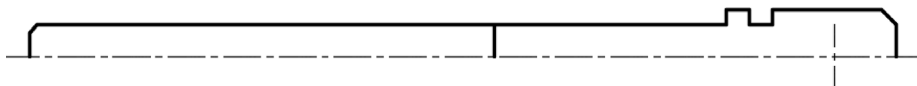

图 12-53 创建两个倒角
9) 创建倒角。在功能区“默认”选项卡的“修改”面板中单击“倒角”按钮 , 分别创建图 12-53 所示的两个倒角, 一个倒角的规格为 C2, 另一个倒角的规格为 C1。